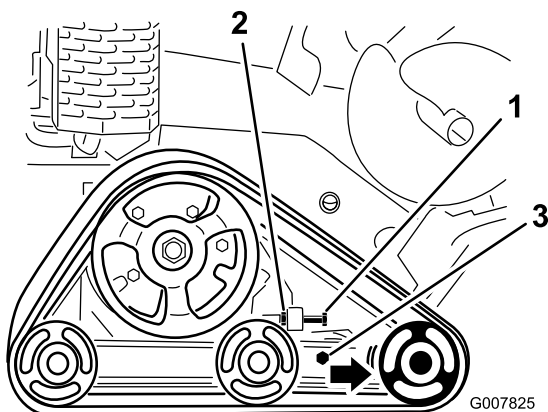

Figura 47
3. Afloje la contratuerca del perno tensor de la oruga, y los pernos de fijación del brazo tensor (Figura 47).
4. Apriete el perno tensor a 32,5–40,7 N-m para tensar la oruga (Figura 47).
4. Afloje el perno tensor y la contratuerca (Figura 47).
5. Afloje los pernos de fijación (Figura 47).